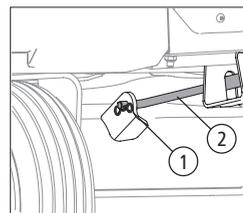

Fig. 31
- Tire o pino (1) de trava da haste (2) de elevação frontal da bandeja que a prende na bandeja. Deslize a haste (2) de elevação para fora do suporte de suspensão dianteira, [Fig. 31].